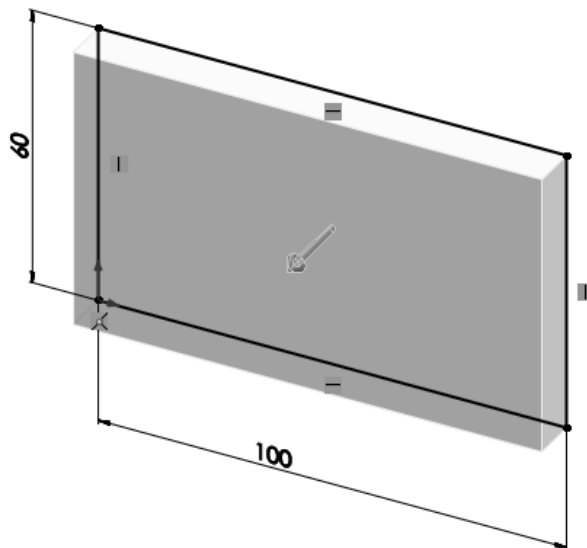

Рисунок 19.1 – Результат создания твердотельных моделей методом вытягивания
- создайте вытяжку. Нажмите кнопку «ОК» (рисунок 19.1).